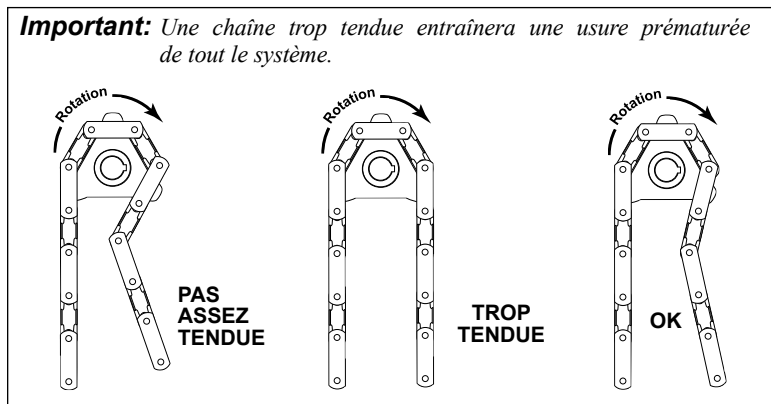

Fig. 4
8. Ajuster la tension de la chaîne (chaîne 7/8" et chaîne à rivets)– fig. 4